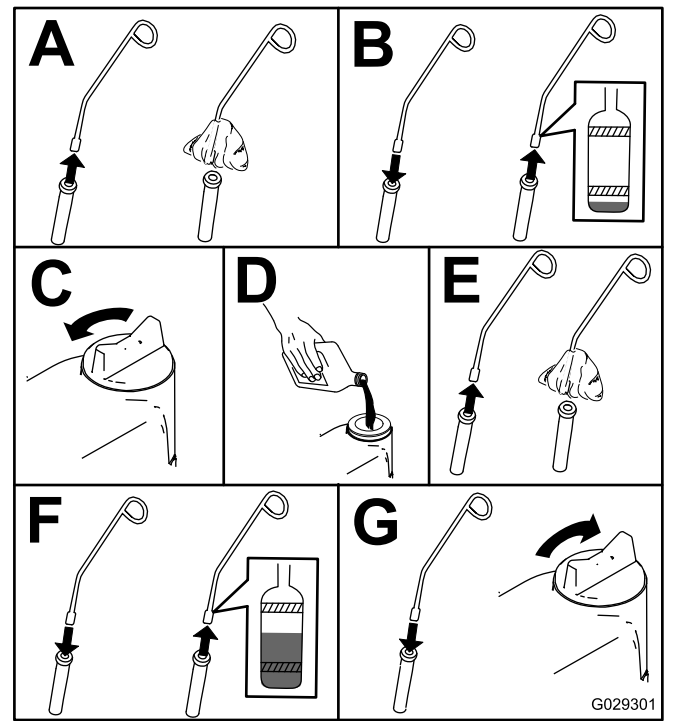

Figura 60
5. Compruebe el nivel de aceite del motor, según se muestra en Figura 60.